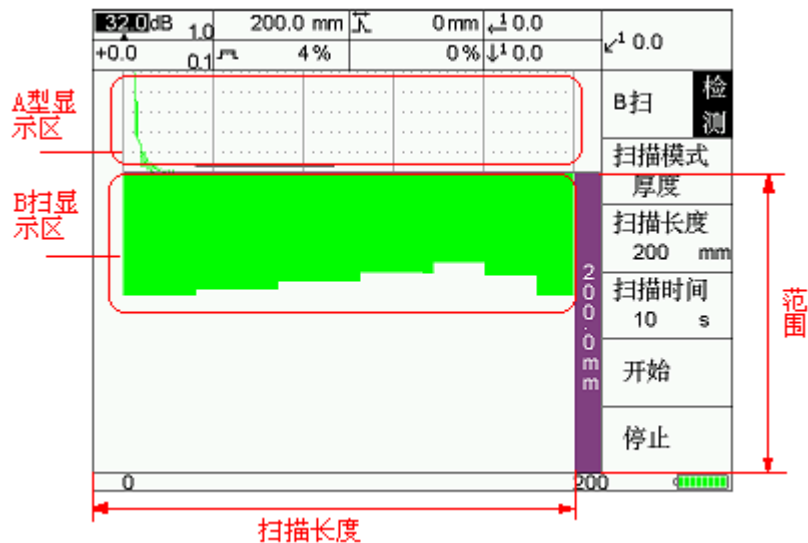

图 6-4
以纵坐标的形式显示在屏幕上，横坐标表示检测工件的长度。在扫查前，需要调节以下一些参数：(图 6-4)。
- (1) 按【检测】-【C】键，进入图 6-4。
- (2) 按【A】扫描模式反显，按【调节键】，选中[厚度]。
- (3) 将扫描长度调整为 200mm，扫描时间 10s。
- (4) 将闸门 1 覆盖范围调节为 40-100mm，门高调节为 4%。
- (5) 按【D】键，开始，此时出现倒记时(4s > 0s)。到 0s 时，请用户开始均匀速
(6) 扫查结果见图 6-4 B 扫显示区
(7) 用户在 B 扫过程中，可以按【E】键停止。
(8) B 扫结果存储见章节 6-2。